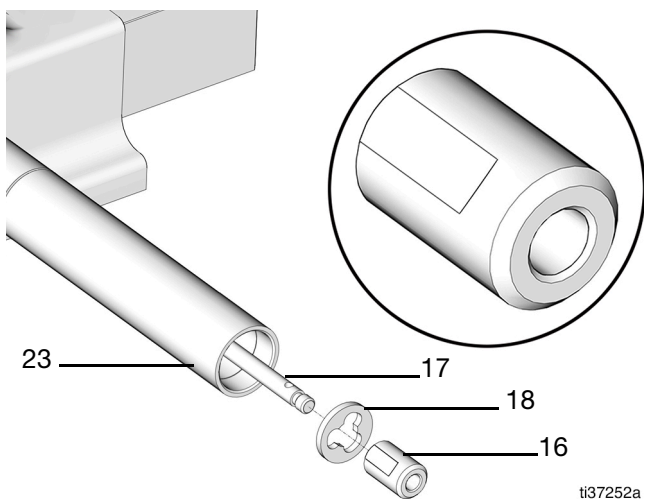

FIG. 62
18. Placez l'entretoise (18) dans le tube du bas de pompe (23) jusqu'à ce qu'elle soit bien assise (FIG. 62).
19. Fixez la vanne à clapet oscillant (16) à la tige shovel (17), avec l'encoche vers le haut (FIG. 62).